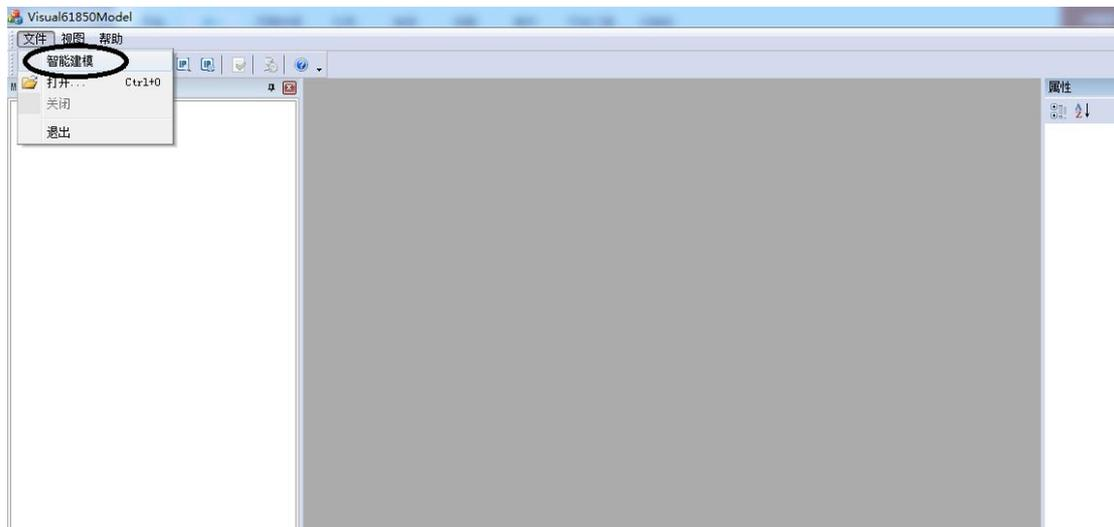

图 1
- 4、运行 C:\REComUnitCli\IEC61850 项目\下的 Visual61850Model.exe,在菜单中选择“文件->智能建模”如图 1，打开后如图 2，点击“导入点表”打开新建的设备模版，点击“创建”按钮生成 cid 文件，查看文件及路径为图中标注，把生成的 server.cid 文件拷贝到“C:\REComUnitCli\IEC61850 项目\project\iecsrv”的文件夹下（正常智能建模的情况下就在这个路径下）。可以修改 iedName 为想要的名字，但是需要修改“C:\REComUnitCli\IEC61850 项目\project\iecsrv”下的 startup 文件中的 iedname 后面的名字修改为新的名称（注意需要用 NOTEPAD++修改，不能用记事本直接修改，因为用记事本修改后格式不兼容）。